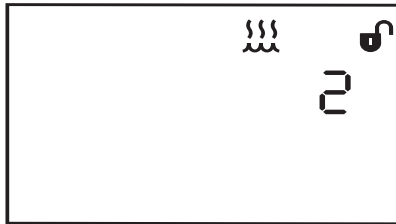

Figure 5-9 Écran de réglage de l'humidificateur
5. Le réglage de l'humidificateur peut être modifié à partir des écrans d'attente ou de monitoring en appuyant sur la touche  et en la maintenant enfoncée jusqu'à ce que l'écran ci-dessous apparaisse (Figure 5-9).